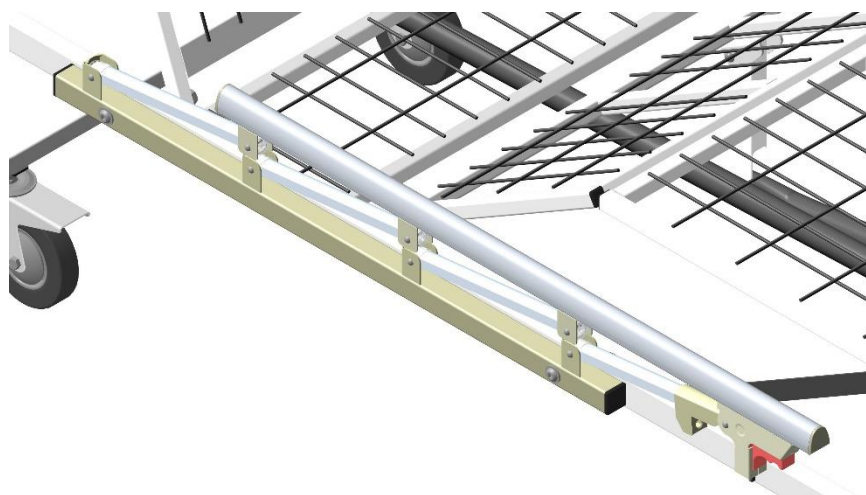

Рис. 5
9. Боковое ограждение (Поз. 4) установить на боковые трубы рамы царги (Поз. 1), при помощи болтов М 10х45 и гаек М10 (Рис. 5)